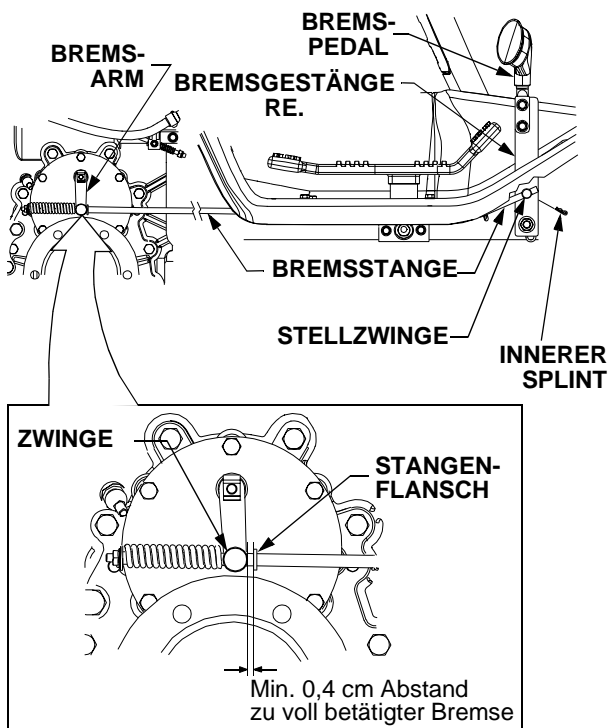

Abbildung 32
- Von der rechten hinteren Ecke des Traktors aus den Abstand zwischen dem Flansch der Bremsstange und Zwingen am Getriebepedalsarm kontrollieren. Der Abstand sollte mindestens 0,4 cm betragen. Siehe Abbildung 32.
- Den inneren Splint herausziehen und die Stellzwingen am vorderen Ende der Bremsstange von der Bremsstange entfernen. Siehe Abbildung 32.